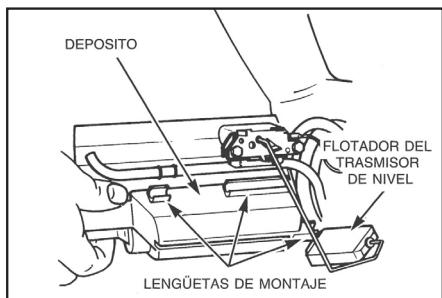
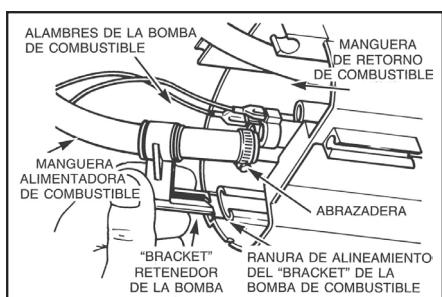

figura 2
figura 3
- A) Sosteniendo firmemente la parte inferior del tubo espiral de drenado, desenganchar el módulo de depósito de la tubería teniendo cuidado de no dañar el transmisor de nivel (*Ver figura 2*), levemente mover el depósito de la tubería espiral y desenganchar el "BRACKET" retenedor de la bomba (*Ver figura 3*) del módulo de depósito. Mover el módulo de depósito hacia un lado para deslizar la bomba hacia afuera de este cuidando de no dañar el alambrado del transmisor de nivel en este proceso.